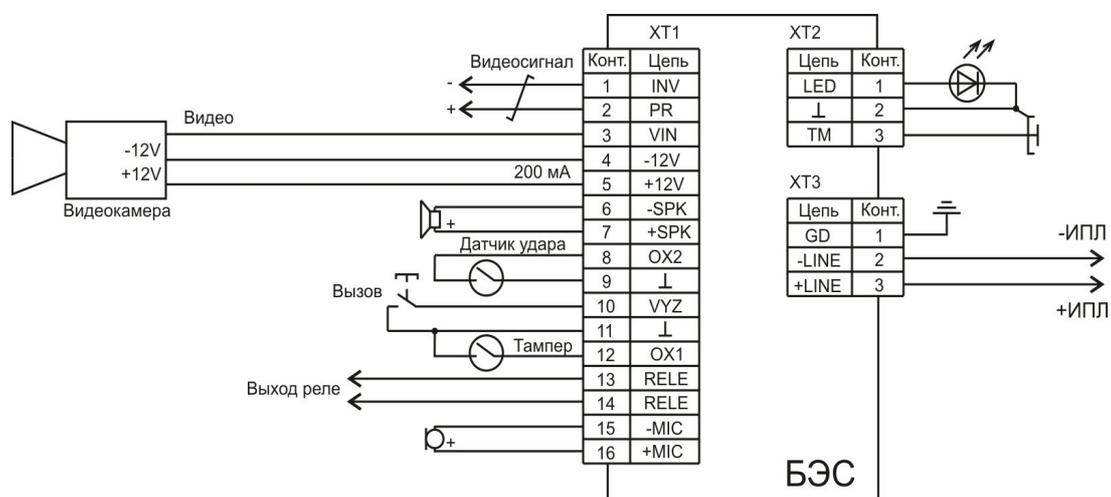

Рисунок 9 - Схема подключения внешних цепей к БЭС (с встроенным видеоусилителем)
8) Подключить кабель ИПЛ к разъему ХТ3, соблюдая полярность, в соответствии со электрической принципиальной схемой (рисунок 9). Рекомендуемый тип кабеля для РК 50-7-11. Для расчета количества БЭС, подключенных к одному мастер-устройству, например, БКД-МЕ, следует воспользоваться программой «Расчет луча СОС-95», которая находится в свободном доступе на сайте МНПП САТУРН [www.mnppsaturn.ru](http://www.mnppsaturn.ru).